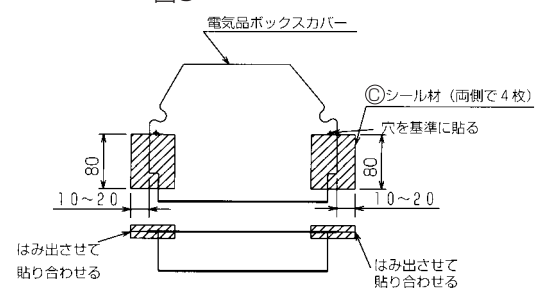

図6
3. 取出した電気品ボックスカバーにⒸシール材を貼付けてください。(図6)
- ①作業終了後には、1.①項と逆の手順で電気品ボックスカバーおよび、コネクターカバーを取付けてください。